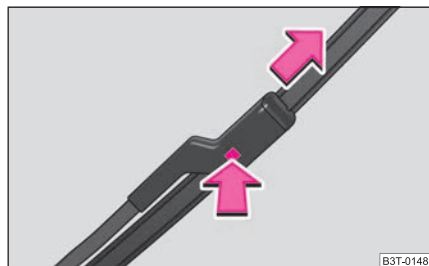

Abb. 59 Wischerblatt für Frontscheibe
- Drücken Sie die Sicherung, um das Wischerblatt zu entriegeln und ziehen Sie es in Pfeilrichtung ab ⇒ Abb. 59.